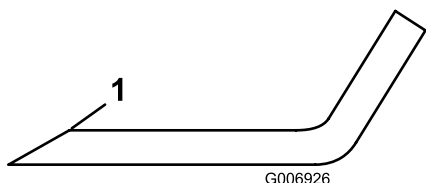

Рисунок 66
5. Осмотрите режущие кромки всех ножей. Заточите режущие кромки, если они затупились или выщерблены. Для наилучшего результата затачивайте только верхнюю сторону режущей кромки и сохраняйте первоначальный угол заточки (Рисунок 66).
6. Если нож затупился или имеет зазубрины, заточите только верхнюю режущую кромку, сохраняя первоначальный угол заточки (Рисунок 66).